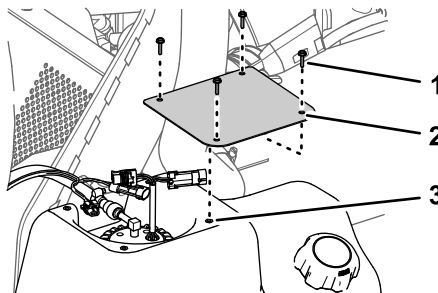

图 89
1. 使用 **拆下燃油泵盖**。(页码 52)的步骤 2 中卸下的 4 个螺丝#10 x 3/4 英寸将护罩装回油箱**图 89**。